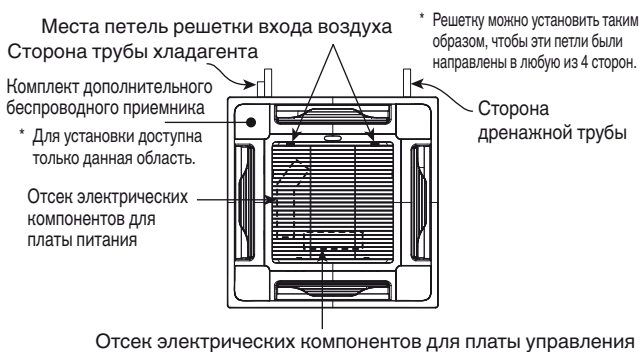

Рис. 7-14
- При использовании данной потолочной панели можно менять направления во время установки нескольких блоков сетки решетки входа воздуха и положение наклейки с названием компании на угловой панели в соответствии с требованиями покупателя. Тем не менее, комплект дополнительного беспроводного приемника может устанавливаться только в углу с трубопроводом хладагента потолочного блока. (Рис. 7-14)